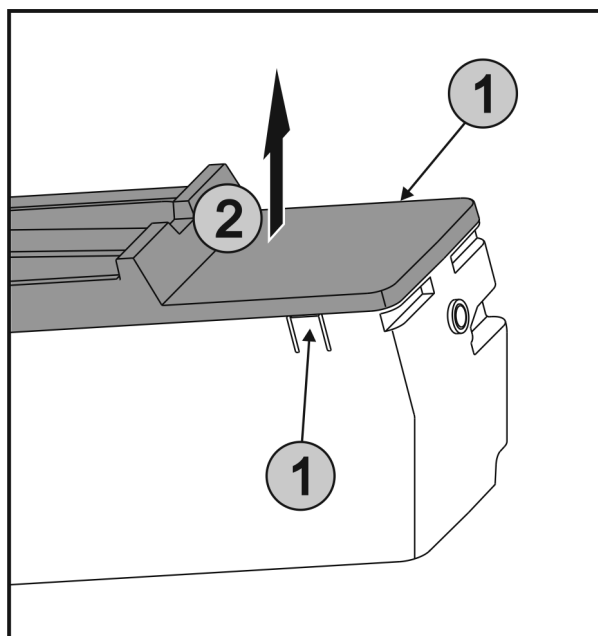

Fig. 38
- ▶ Stlačte západky *Fig. 38 (1)* na obou stranách EasyTwist-Ice současně a sejměte kryt *Fig. 38 (2)* směrem nahoru.